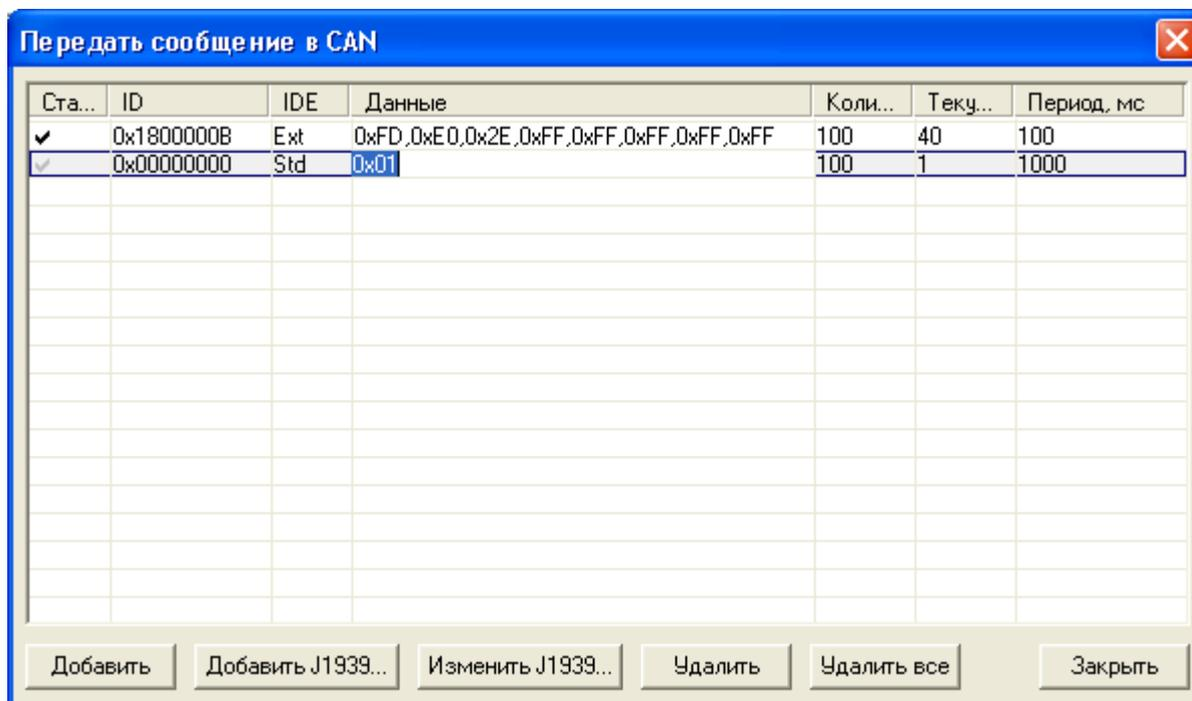

Рис. 8.5
8.5. Диалог «Передать сообщение в CAN» (рис. 8.5) предназначен для создания сообщений с возможностью последующей их передачи в сеть CAN. Добавление и удаление сообщений осуществляется соответствующими кнопками диалога. Редакция сообщения осуществляется в самом списке сообщений путем двойного нажатия левой кнопки мыши на любом поле в сообщении (рис. 8.5).
Для удобства задания передаваемого сообщения в формате J1939 можно использовать кнопки «Добавить J1939...» и «Изменить J1939...» (рис. 8.5). В этом случае откроется диалог «Сообщение J1939» (рис. 8.6), где в удобной форме можно настроить параметры данного сообщения и передаваемые данные. Данные в сообщении можно менять как в виде задания последовательности байт (поле «Данные»), так и заданием физического значения любого из передаваемых в сообщении параметров. Например, при формировании пакета TSC1 (рис. 8.6) можно дважды нажать левой кнопкой мыши на поле «Физическое значение» параметра EngRequestdSpeed\_SpeedLimit и ввести туда необходимое значение, например 1500, вместо того чтобы менять байты в потоке данных на значения 0xE0,0x2E. Поле «Данные» при этом автоматически обновится.